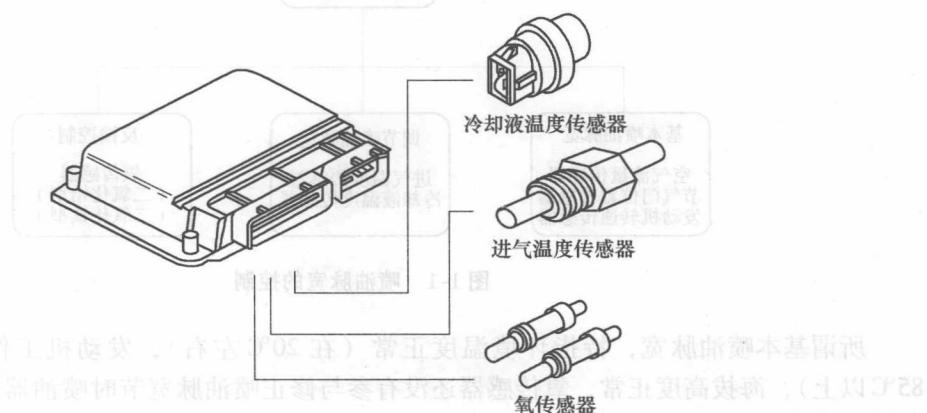

图 1-3 负责调节和修正喷油脉宽调节的传感器
(2) 负责调节喷油脉宽的传感器 此类传感器有进气温度传感器、冷却液温度传感器。进气温度越高，发动机冷却液温度越低，喷油脉宽越大。进气温度传感器和冷却液温度传感器短路时会显示温度过高。如果进气温度传感器断路或接地线接触不良，则会造成混合气过稀，发动机起动困难；如果冷却液温度传感器短路，则显示温度超过 105℃，会造成混合气过稀，发动机无法起动。
(3) 负责修正喷油脉宽调节的传感器 此类传感器为氧传感器。以二氧化锆氧传感器为例，正常情况下其输出电压信号为 0.1~0.9V。废气中氧的含量越多（混合气越稀），传感器输出电压信号越低；相反，废气中氧的含量越少（混合气越浓），电压信号越高。负责调节和修正喷油脉宽调节的传感器如图 1-3 所示。